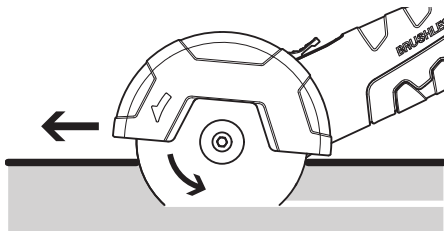

Fig. 11: Maskinens arbejdsretning
3. Vær altid opmærksom på arbejdsretningen under brug af vinkelsliberen (→ Fig. 11: Maskinens arbejdsretning; side 36).